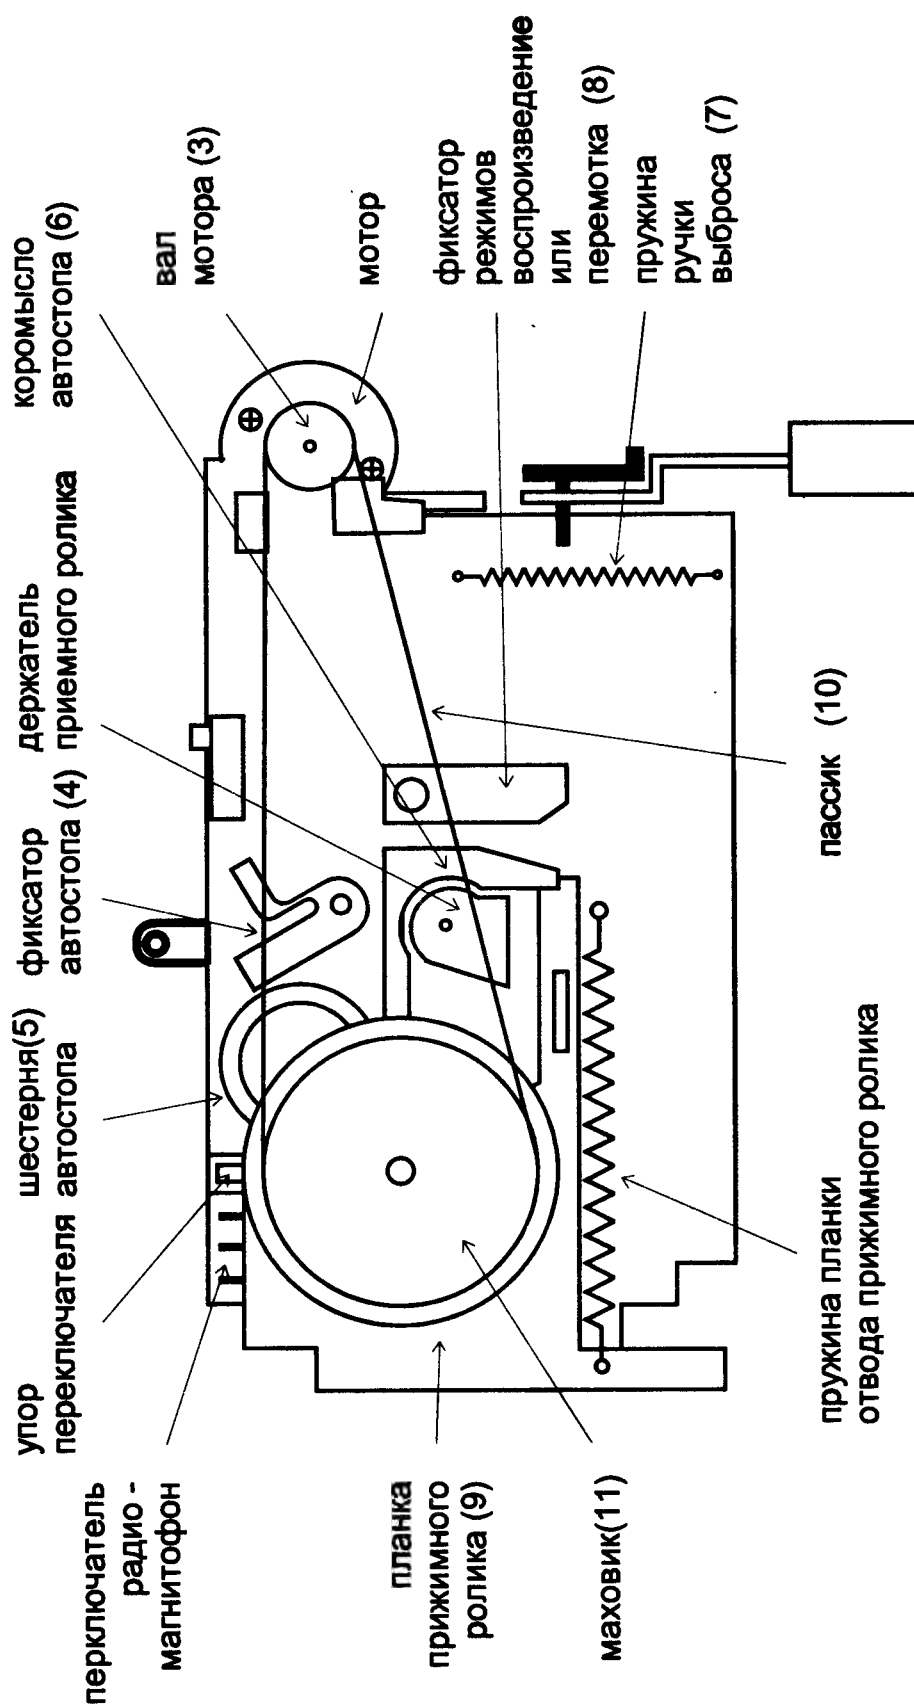

Рис. 10 ЛПМ. Вид снизу
а) Фонограмма воспроизводится в медленном темпе - следует запустить ЛПМ в холостом режиме (без кассеты) и обратить внимание на пассик (рис.10 под 10): не замаслен ли он, не проскальзывает ли на Вашем моторе и маховике тонвала (рис.9 под 2,3). Если же это ни к чему не привело, следует искать неисправность в моторе.
б) Мотор работает. Чаще всего соскакивает пассик с маховика тонвала и с вала мотора (рис.10 под 3,10,11), или он растянулся. В последнем случае его следует заменить.
- проверьте, сработал ли фиксатор автостопа (рис.10 под 4): если фиксатор наклонен влево (см. рис.10)- следует искать неисправность в шестеренке автостопа (рис.10 под 5), наличие сколов, трещин и т.д., а также проверьте коромысло автостопа (рис.10 под 6), особенно его зуб под маховиком тонвала (на рис.10 не видно); этот зуб должен попадать в дорожку шестеренки автостопа - в любом случае требуется замена одного или обоих элементов;
б) Износ шестеренок - проверьте шестерни маховика тонвала, автостопа, приемного ролика (соответственно рис.10 под 11, 5; рис.9 под 5);
- проверьте пружину ручки выброса (рис.10 под 7);
- проверьте фиксатор режимов (рис.10 под 8).
- проверьте, при нажатии ручки выброса продвигается ли влево планка прижимного ролика (см. рис.10 под 9);